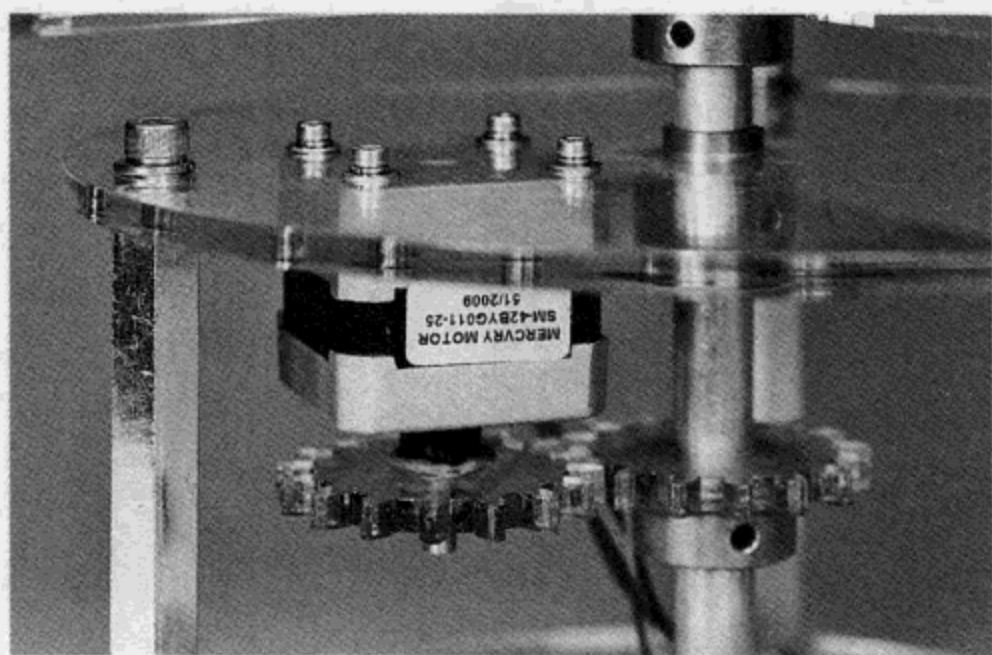

图10.15 安装好的步进电机
(12) 在装铝杆之前，最好先装电机。首先，割几段约 8 in 长的电线，焊在 4 pin 插针上（见项目 6.9）。红绿线挨着焊在一侧，蓝黄线在另外一侧。
(13) 取下固定电机的螺钉。用较长的 M3 螺钉从背后安装电机，将电机装在顶部圆盘的下面。把 M3 垫圈、弹簧垫圈用螺钉装在一起（图 10.15）。